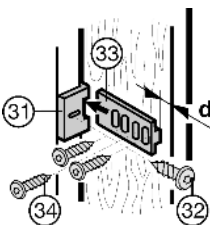

Fig. 19
- ▶ Deurkoppeldeel Fig. 19 (31) met schroef Fig. 19 (32) monteren, daarbij letten op de positie van de deurgreep.
- ▶ deurkoppelingsrails Fig. 19 (33) inschuiven en de kastdeur met schroeven Fig. 19 (34) vastschroeven. Daarbij afstand d (wanddikte van de keukenkast) aanhouden.